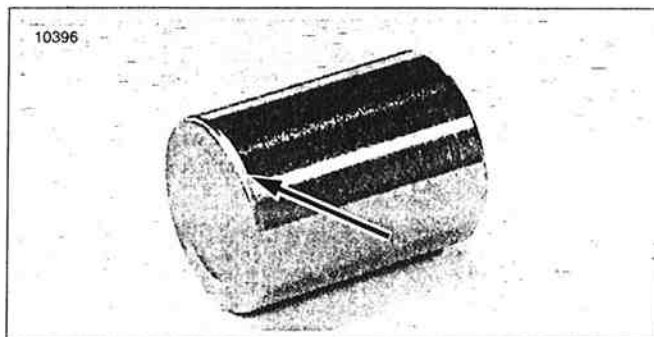

Figura 2-99. Radio de la punta del pistón
- a. Radio de la punta de los pistones. Vea la Figura 2-99.
3. Cuidadosamente inserte los pistones con la mano, el radio de la punta primero (vea la Figura 2-99.), dentro de los diámetros interiores de la mordaza. Si se dificulta la instalación, quite el (los) piston(es) y revise que los sellos estén instalados correctamente.